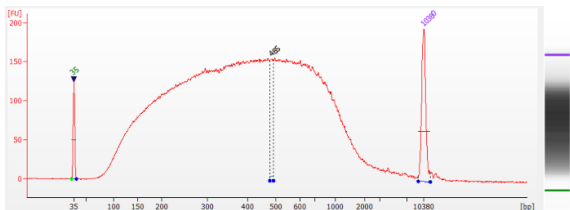

图 1 标准流程酶切打断后产物（1.8x 磁珠纯化）Agilent 2100 Bioanalyzer 检测结果
**注意：**初次进行样本酶切打断时，建议从 3.1.6 样品中取 3~5 ng 样本进行 1.8x 磁珠纯化（5  $\mu$ L TE buffer 洗脱，具体步骤参考 3.2.2），安捷伦高灵敏度 DNA 分析试剂盒分析，正常的 PE150 打断片段大小应在 100 bp~1000 bp，主峰 300 bp~500 bp（如图 1）。若片段过大或过小，建议重新调整 30°C 反应时长，进行酶切打断条件测试。